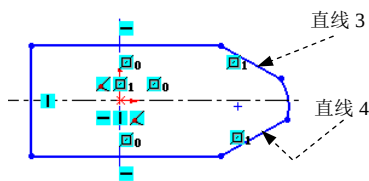

图 2.12.8 添加“对称”约束（二）
Step4. 添加图 2.12.8 所示的“对称”约束。按住 Ctrl 键，选取图 2.12.8 所示的直线 3、